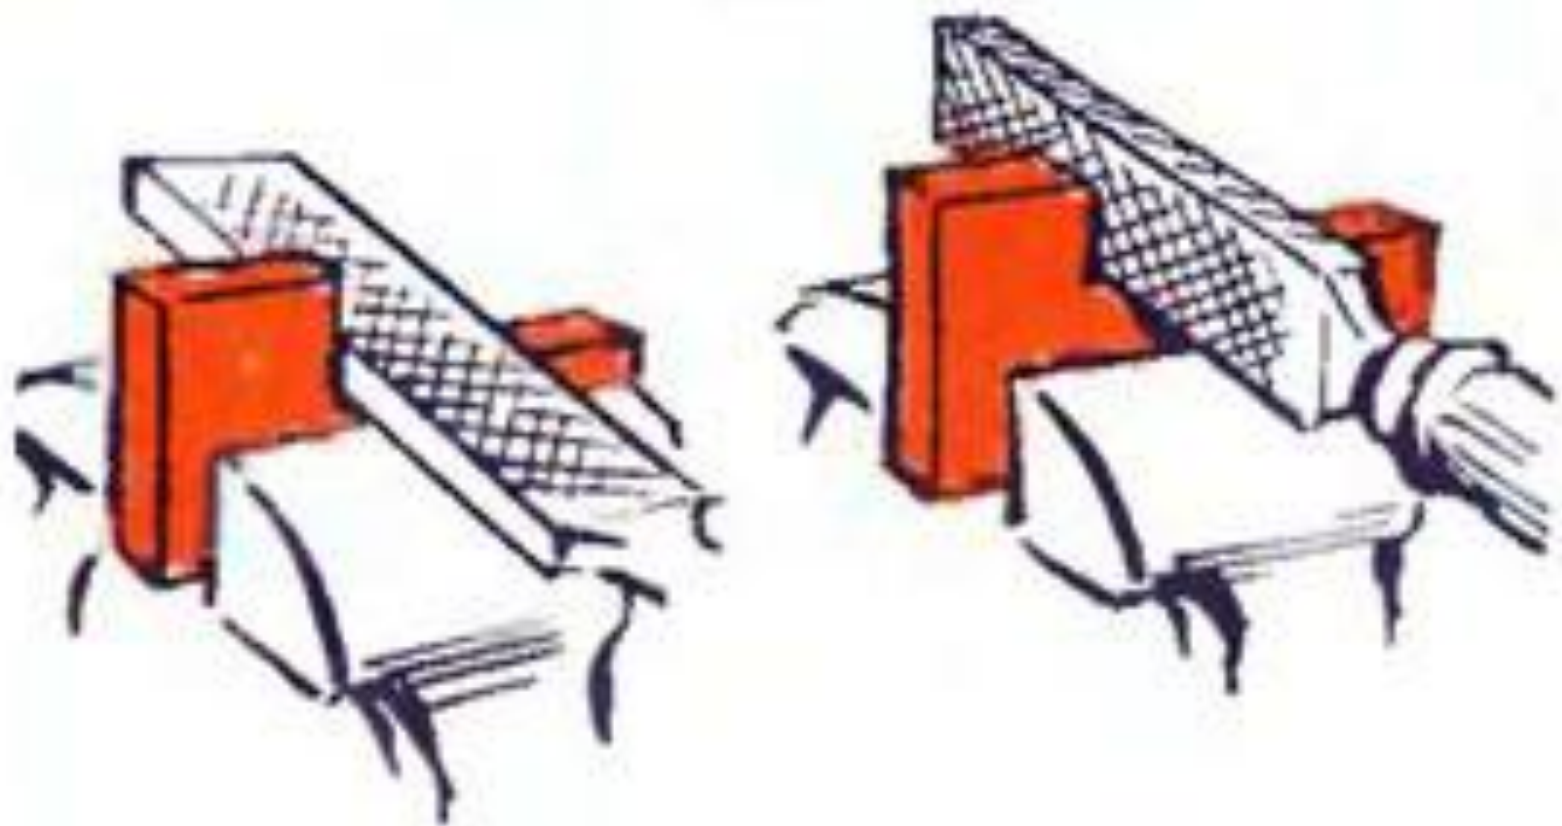

Рисунок 5
- При опиливании плоскостей, расположенных под прямым углом, сначала опиливают начисто одну из поверхностей, а затем обрабатывают вторую поверхность под прямым углом к первой. Опиливание поверхностей по внутреннему прямому углу осуществляется так, чтобы ко второй поверхности было обращено ребро напильника, на котором нет насечки(см. рис.5).